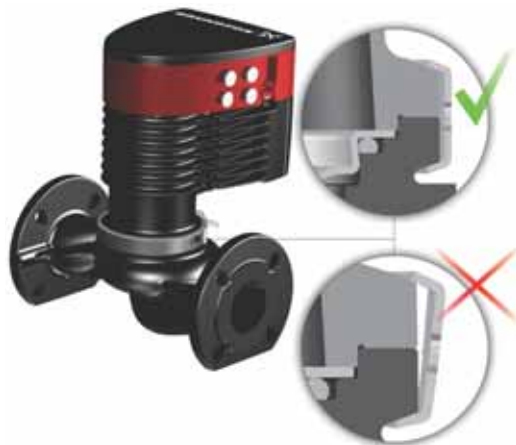

Fig. 12 Raccordement de la tête du circulateur au corps du circulateur
5. S'assurer que la face de contact du circulateur et de la tête du circulateur sont en contact avant de serrer le collier. Voir fig. 12.
Voir fig. 12.